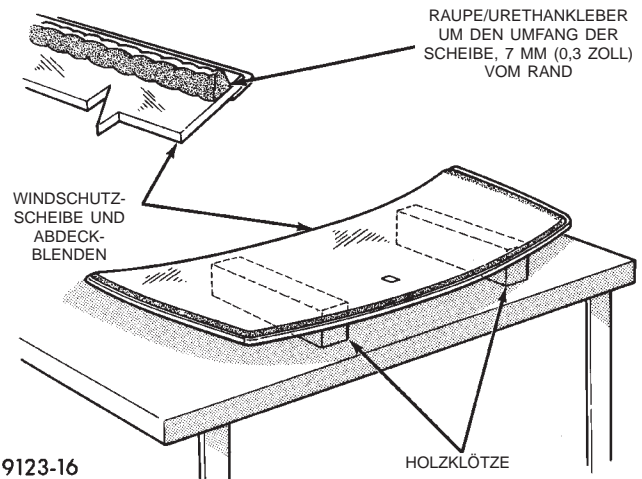

Abb. 4 Arbeitsfläche und Einbau der oberen Abdeckblende
(2) Windschutzscheibe mit der Innenseite nach oben auf eine geeignete Arbeitsunterlage auf zwei 10x10x50 cm (4 X 4 X 20 Zoll) große gepolsterte Holzblöcke legen, die parallel im Abstand von 75 cm (2,5 ft.) aufgestellt sind (Abb. 4).
(3) Die Innenseite der Windschutzscheibe mit einem Glasreiniger auf Ammoniakbasis und einem fusselfreien Tuch reinigen.
(4) Klaren Glasprimer mit einer Breite von 25 mm (1 Zoll) um den Umfang der Windschutzscheibe herum auftragen und mit einem fusselfreien Tuch trockenwischen.
(5) Black-out Primer (für die Scheibenauflagefläche) mit einer Breite von 15 mm (0,75 Zoll) oben und seitlich, und mit einer Breite von 25 mm (1 Zoll) unten an der Windschutzscheibe auftragen. Mindestens drei Minuten ablüften lassen.